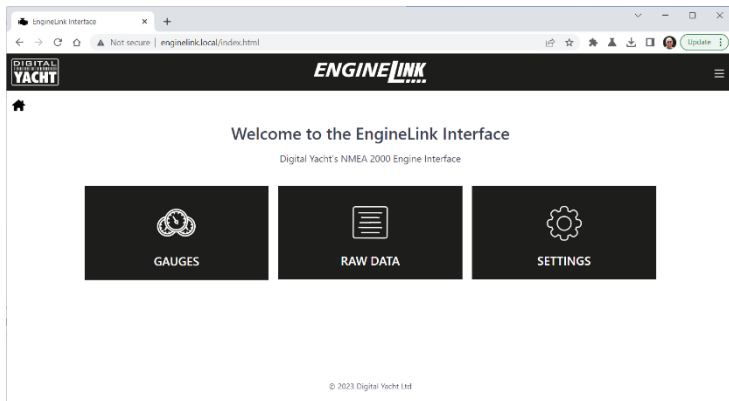

Figura 1
- Un dispositivo wireless, collegato ad EngineLink, può accedere all’interfaccia web tramite browser utilizzando l’indirizzo <http://192.168.1.1> o <http://enginelinek.local>. Questo dovrebbe consentire la visualizzazione della Home Page di EngineLink, come illustrato nella Figura 1.